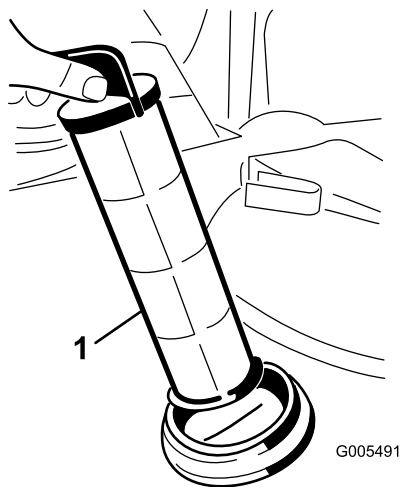

Bild 67
4. Ziehen Sie das Saugsieb aus dem Loch (Bild 67).